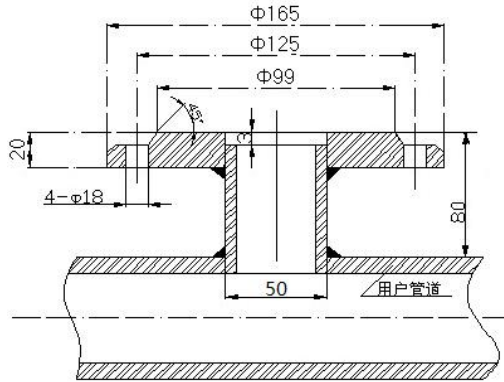

图 41 安装底座的焊接
安装前应在被测管道上开一个直径 50mm 的小孔，尺寸与安装底座的连接管外径一致。安装底座与被测管道的焊接如图 41 所示。
(3) 确定好插入式电磁的插入深度(插入式电磁流量传感器上两个电极所在管道中的位置)。
(4) 按图 41 所将 DN50 球阀安装到安装底座上。注意球阀的长空腔向上。检查球阀是否能全开全关。上紧压紧螺母和定位螺钉, 同时应注意传感器方向标志指向应和流体流向一致。
(5) 插入式电磁流量传感器插入深度的确定: 对于 $D \leq 400\text{mm}$, 插入深度为: 管径的 $1/2$ 倍处。对于 $D > 400\text{mm}$ 时, 插入深度为: 管径的 $1/4$ 倍处。(两处的仪表系数是不一样的)。